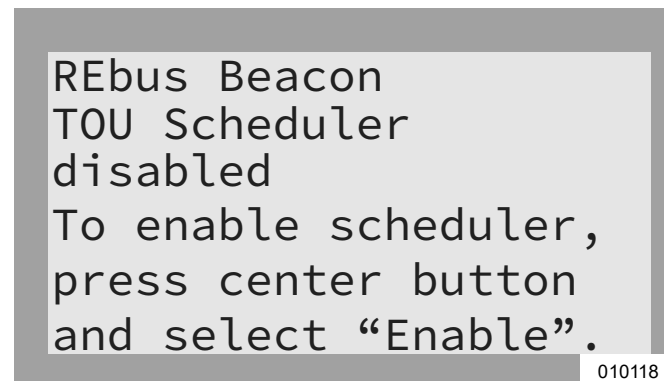

Figure 6-19. Activer l'horaire TOU (1 de 2)
1. Voir Figure 6-19. Aller à la page REbus Beacon et appuyer sur la touche centrale pour accéder au menu de ce dispositif.